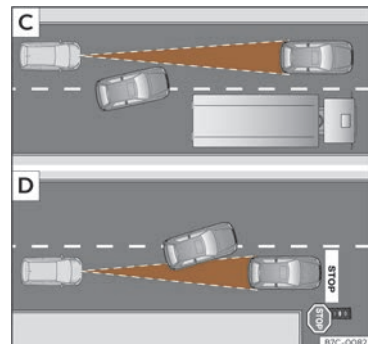

Abb. 113 **C**) Fahrspurwechsel eines anderen Fahrzeugs. **D**) Abbiegendes und weiteres stehendes Fahrzeug.
- Fahrzeuge, die in geringem Abstand auf die eigene Fahrspur wechseln >>> (Abb. 113) .
Wenn z. B. ein von der ACC erfasstes Fahrzeug abbiegt oder ausschert und sich vor diesem Fahrzeug ein stehendes Fahrzeug befindet, reagiert ACC nicht auf das stehende Fahrzeug >>> (Abb. 113) .